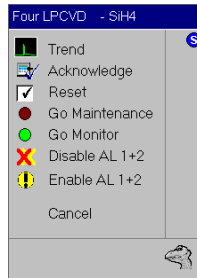

Figure 13: Pop-up capteur de gaz
- Une fenêtre pop-up s'ouvre (Figure 13)